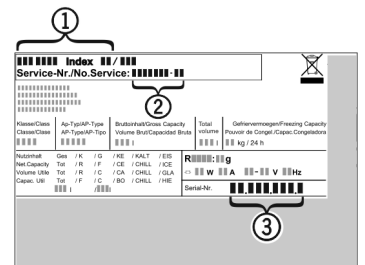

Fig. 11
- Relever la désignation de l'appareil Fig. 11 (1), le n° de service Fig. 11 (2) et le n° de série Fig. 11 (3) sur la plaque signalétique. Cette plaque se trouve sur la paroi intérieure gauche de l'appareil.
- Informer le S.A.V. et lui communiquer la panne, la désignation de l'appareil Fig. 11 (1), le n° de service Fig. 11 (2) et le n° de série Fig. 11 (3).